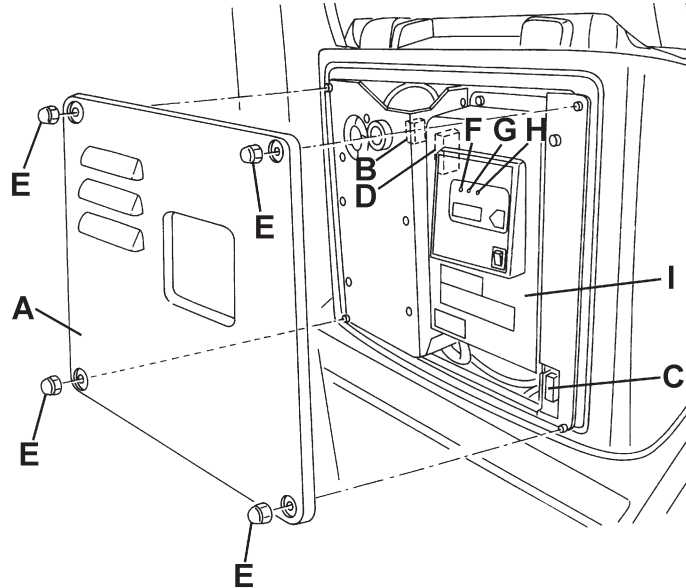

Figure 7
Le témoin lumineux rouge (F, Fig. 7) allumé fixe sur le tableau de bord du chargeur de batterie indique que le chargeur de batterie est en train de charger les batteries.
1. Positionner la clé de contact (41) sur "0".
2. Enlever les écrous (E, Fig. 7), puis enlever le couvercle (A).